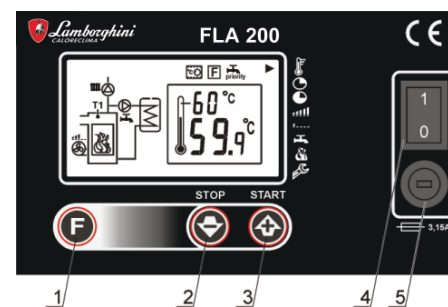

Fig 1. Tastatura
Atentie: Metodele descrise mai jos vor regla in mod corespunzator procesul de combustie, atata timp cat cazanul este utilizat in conformitate cu recomandarile producatorului. Regulatorul se porneste prin apasarea comutatorului principal (4) Fig. 1. In primul rand apare o fereastra de informatii cu versiunea de software, apoi regulatorul afiseaza fereastra principala.